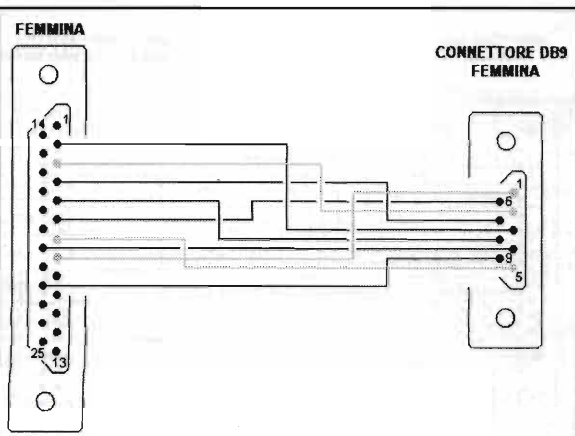

figura 4 - Disegno dei collegamenti tra i terminali di un connettore DB9 ed un connettore DB25, entrambi femmina, per realizzare un cavo seriale.
Assicuriamoci che l'interruttore (26), sia su "OFF" e che le batterie oppure una sorgente di alimentazione esterna siano collegate. Apro una parentesi per dirvi che potete usare per la 407, uno degli alimentatori tipo IP22 della famiglia delle "105" collegandolo come da schema (figura 4).
La figura 4 invece illustra un connettore DB9 femmina collegato, tramite un cavo schermato a 9 conduttori, ad un connettore DB25 femmina; anche in questo caso l'unica differenza rispetto al caso precedente consiste nella diversa disposizione dei terminali del connettore DB9 femmina, rispetto alla disposizione dei terminali del connettore DB9 maschio.
Di conseguenza, pur essendo cambiata la figura di riferimento (vedi figura 4), la tabella esplicativa rimane la STESSA (vedi Tabella 1).